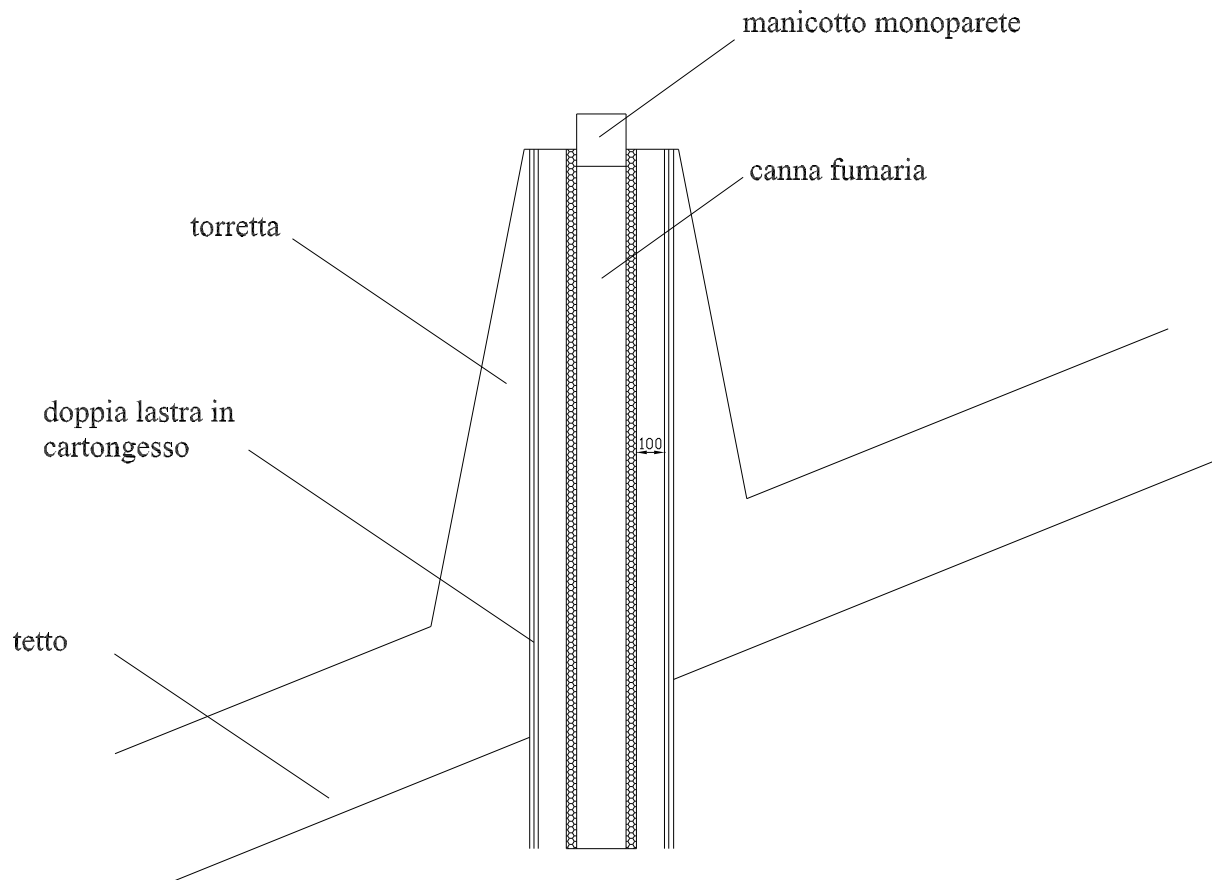

Fig. 2
Dobbiamo avere l'accortezza di creare una struttura continua con questi spazi dalla base del camino fino allo sbocco a cielo aperto, senza interruzioni di rivestimenti (soprattutto il passaggio tetto nel collegamento tra torretta e l'interno). Una volta montato la canna d'acciaio lo spazio tra la torretta terminale e l'elemento inox sotto il cappello va chiuso lasciando spuntare soltanto 10 cm di manicotto monoparete.(vedi fig. 2)
3. Predisporre torrino esterno in materiale ignifugo e per esterni, rispettando le dimensioni indicate dalle norme UNI 10683: 2012 o UNI 7129: 2015 e comunque mantenere l'altezza del fianco colmo maggiore di 50 cm dalla zona di reflusso. (vedi fig. 2)